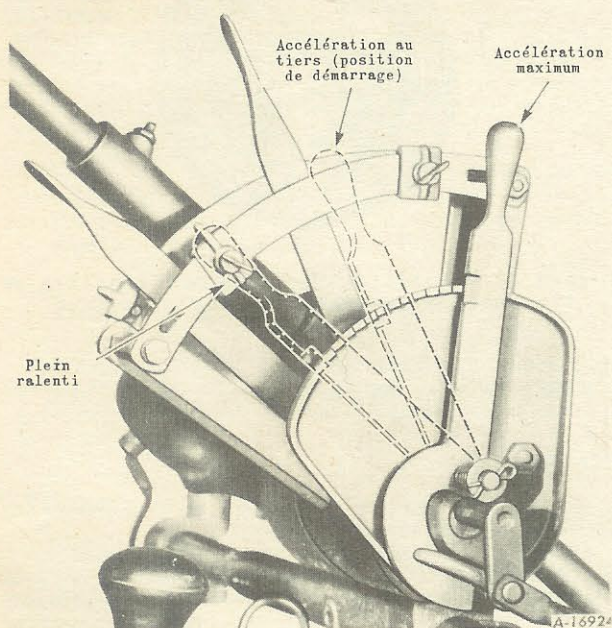

Figure 5 - Différentes positions de la manette de contrôle du régulateur.
3. Placez la manette de contrôle du régulateur à la position d'accélération au tiers, *figure 5.*